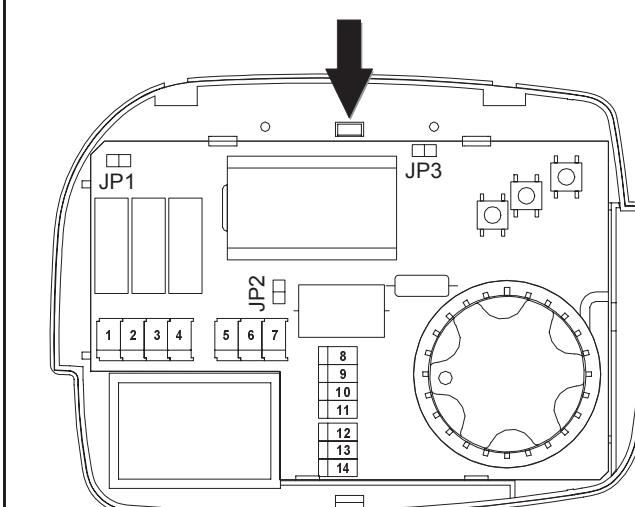

Fig. 4: Vista interna.
- Sganciare la piastra attaccata alla base del termostato spingendo il dentino plastico indicato in Fig. 4 e, allo stesso tempo, spingere la piastra verso il basso fino a liberarla dalla base.
Il dispositivo può essere alimentato a 230V~ oppure a 24V~. Il termostato è impostato dalla fabbrica a 230V~ con il jumper in posizione JP1. Per selezionare l'alimentazione a 24V~ è necessario spostare il jumper JP1 (Fig. 4) nella posizione JP2 (Fig. 4). Come visibile in Fig. 6 i morsetti di alimentazione sono il 5 e 6. Nel caso di alimentazione a 230V~ è importante rispettare linea e neutro. Al morsetto 7 è disponibile un ingresso per la selezione raffrescamento/riscaldamento centralizzato. Nel caso non si usi la selezione raffrescamento/riscaldamento centralizzata si può usare questo ingresso per attivare la modalità "Economy". Tramite i morsetti 13 e 14 è possibile collegare una sonda di temperatura ambiente esterna. Agendo sulla configurazione si sceglie se utilizzare la sonda esterna